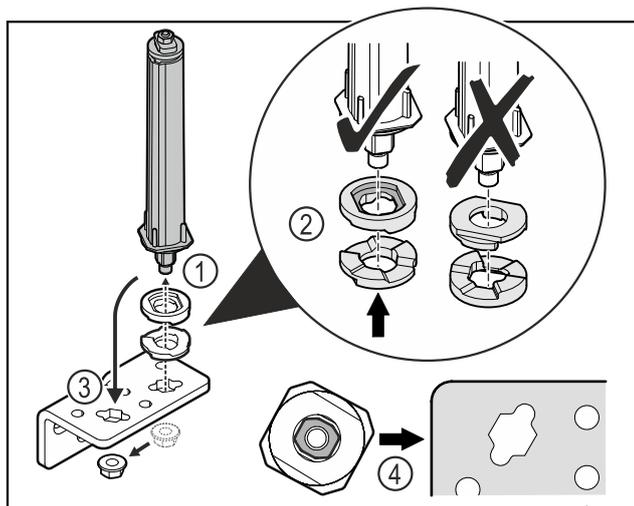

Fig. 20
- ▶ Uvoľnite maticu a odstráňte systém zatvárania dverí Fig. 20 (1).
- ▶ Dbajte na správne vyrovnanie podložiek na výškové prestavenie Fig. 20 (2).
- ▶ Premiestnite systém zatvárania dverí v uholníku závesu a zafixujte ho maticou Fig. 20 (3).
- ▶ Dbajte pri nasadzovaní na správne vyrovnanie systému zatvárania dverí Fig. 20 (4).